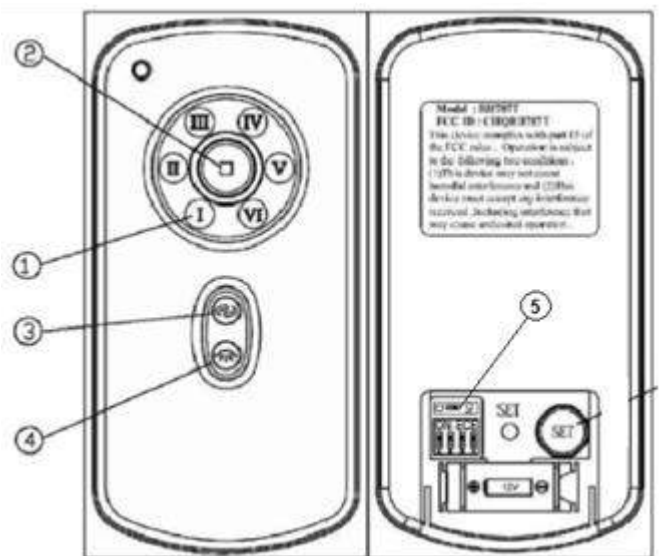

Abb. 13
- Ändern Sie die Einstellungen für die DIP-Schalter in Fernbedienung 1, so dass die Einstellungen von Fernbedienung 2 verschieden sind. Abb. 13